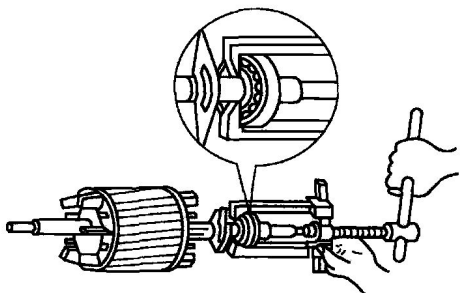

图 1.1.7 用拉具拆卸电动机轴承
- ① 轴承磨损超过极限，已影响电动机的安全运行。
- ② 构成轴承的配件有裂纹、变形、缺损、剥离、严重麻点或拉伤。
- ③ 由于潮湿和酸类物质的侵入，轴承配件上有严重锈蚀，在轴上无法处理。
- ④ 发现内、外环配合有松动，外环和端盖镗孔配合太松，需要调换轴承或轴颈进行维修。
- ⑤ 发现轴承不合技术要求，如超负荷、转速太快等需要更换。
- ⑥ 发现前后轴承类型不同,发现位置调错。
- ⑦ 轴承因受热而变色,经检查硬度已下降到不能使用。
(2) 用不同方法拆卸轴承
① 用拉具拆卸。根据轴承的大小,选择适当的拉具,按如图 1.1.7 所示的方法夹住轴承,拉具的脚爪应紧扣在轴承内圈上,拉具的丝杆顶点要对准转子轴的中心,缓慢匀速地扳动丝杆。